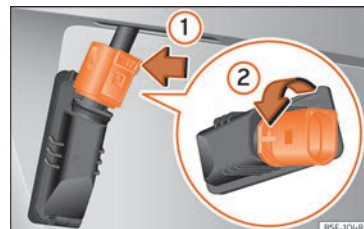

Abb. 70 Kennzeichenleuchte: Lampenhalter ausbauen.
- Auf die Verriegelung des Anschlusssteckers in Pfeilrichtung »» **Abb. 70 ①** drücken und den Anschlussstecker abziehen.
- Lampenhalter in Pfeilrichtung »» **Abb. 70 ②** drehen und mit der Glühlampe herausziehen.
- Lampenhalter in die Kennzeichenleuchte einsetzen und entgegen der Pfeilrichtung »» **Abb. 70 ②** bis zum Anschlag drehen.